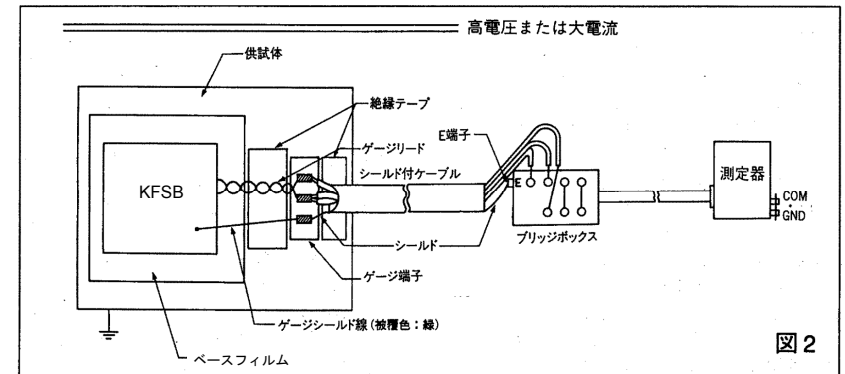

図2
- (1) 測定系のアースの落し方を除いて、上記 4.1 項と同様に結線してください。
- (2) 測定系のアースの落し方は図 2, 3 をご参照ください。
- (3) 測定器の COM 端子と GND 端子の短絡は、短絡の有無によるノイズの量を確認してから、ノイズの影響が少ない方を選択してください。
⇒測定器の GND 端子をアースに接続しないでください (図 2)